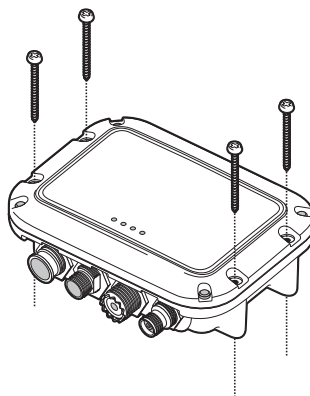

Ilustración 6 Montaje del AIS transceiver
- El producto se suministra con cuatro tornillos autorroscantes para la fijación del transceptor AIS. Consulte la Ilustración 6 para obtener instrucciones.